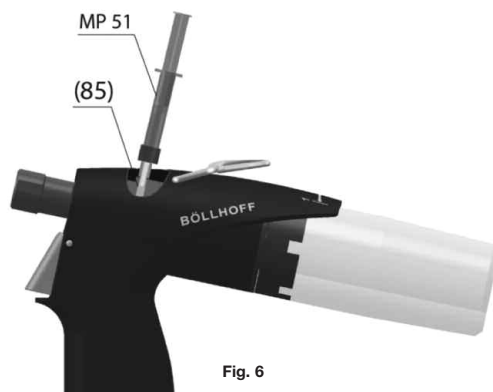

Fig. 6
- 6 - Spingere lo stantuffo della siringa MP51 (fig.6) ripetutamente per facilitare la fuoriuscita dell'aria presente nel circuito idraulico.